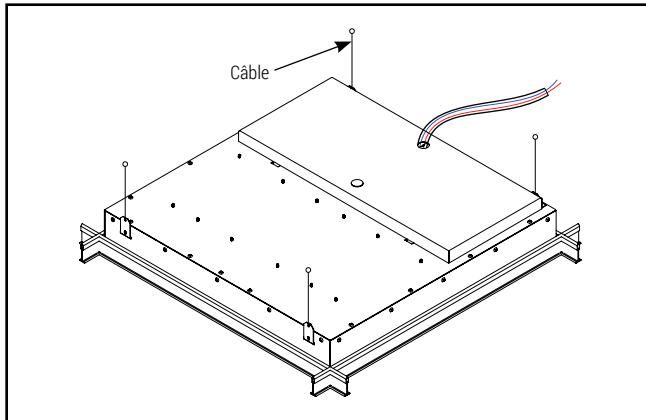

Figure 6.
9. Connectez le fil/câble avec la fixation EQ pour fixer le luminaire dans le vide technique supérieur (figure 6).